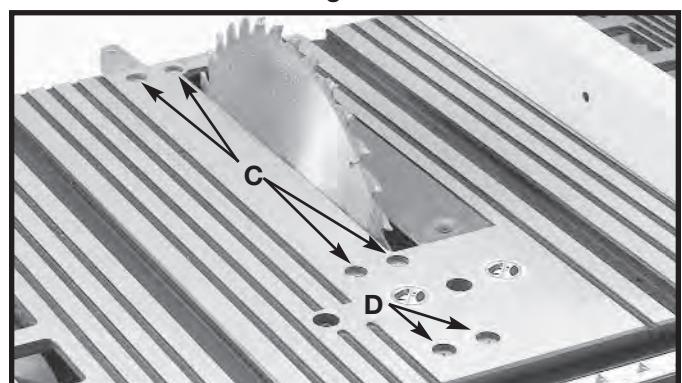

Fig. 37
- El indicador señala la distancia desde la guía hasta la hoja de la sierra. Si se requiere una modificación, afloje el tornillo (C), Fig. 37, y realice el ajuste.
5. Si las medidas delanteras y traseras (Figuras 35 y 36) no son idénticas, ajuste la hoja. Comience por aflojar las tuercas debajo de los cuatro tornillos de la mesa (C), Fig. 37. Luego afloje los tornillos (C). Mueva con cuidado la hoja de la sierra hasta que quede paralela a la ranura de la guía de inglete. Una vez hecho esto, apriete con firmeza las cuatro tuercas debajo de los cuatro tornillos (C), Fig. 37.
NOTA: Si no se puede obtener una regulación suficiente al aflojar los tornillos (C), Fig. 37, afloje el tornillo (D), Fig. 37, según sea necesario para realizar el ajuste.